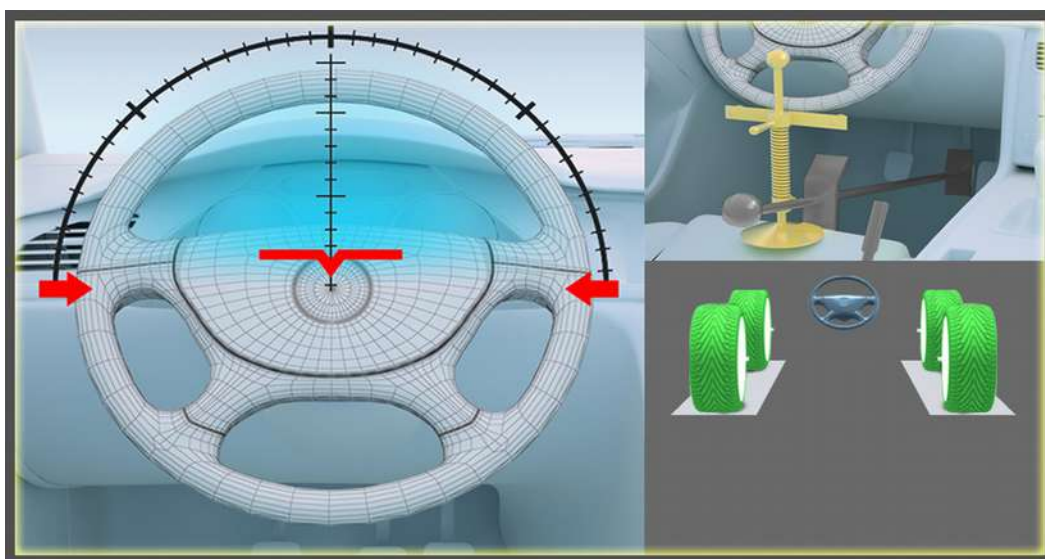

Рис.25
После измерения углов при повороте руля на 12 (20) градусов на экране появится изображение, как на рис. 25. Установите руль прямо и зафиксируйте его. Также зафиксируйте педаль тормоза и активируйте ручной тормоз. Нажмите кнопку ДАЛЕЕ для перехода к следующему шагу